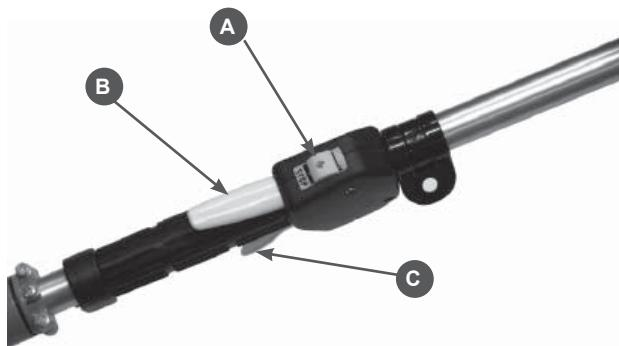

Рис.7
- Установите выключатель (A) в положение «I» (сдвиньте вперед до упора) Рис.7
- Нажмите на стопорный рычаг (B) и курок газа (C) Рис.7.
- Нажмите на стопорный рычаг (B) и курок газа (C) Рис.7 и, удерживая рычаги в нажатом состоянии, потяните за рукоятку стартера, пока не почувствуете сопротивление. Затем произведите резкий рывок 1-2 раза. Двигатель должен запуститься.
При аварийной ситуации необходимо немедленно выключить двигатель. Для этого переведите выключатель (A) в положение «Стоп» Рис.7